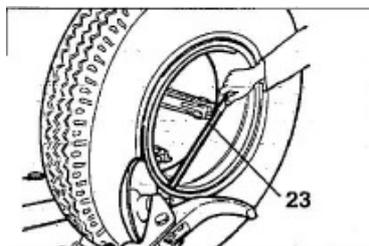

Fig.7.17
- 5) Repita este procedimento, mas desta vez traga o disco contra o anel de divisão (Ver Fig.7.17) até que o anel de fecho seja libertado. Retire-o com a alavanca especial LC (23, Fig.7.17) ou com a ajuda do disco
- 5) Repetir esta operação, mas desta vez mover o disco contra o anel de separação (Ver Fig.7.17) até o anel de bloqueio ser libertado, este anel pode ser removido com a alavanca especial LC (23, Fig.7.17) ou com a ajuda do disco de contas.